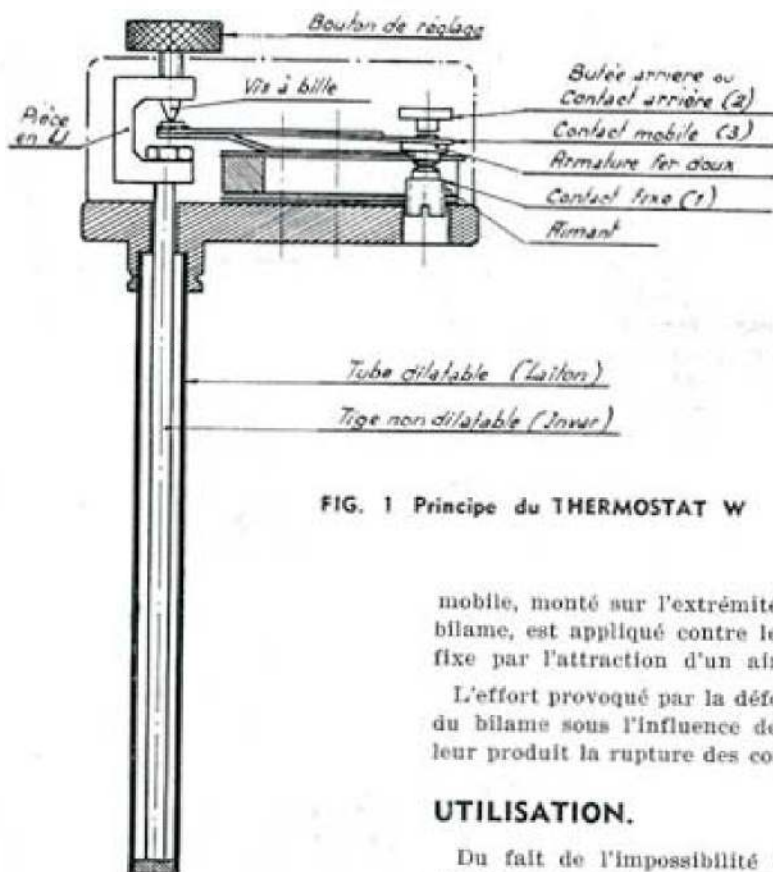

FIG. 1 Principe du THERMOSTAT W
A. Appareils à plongeur. (Fig. 1)